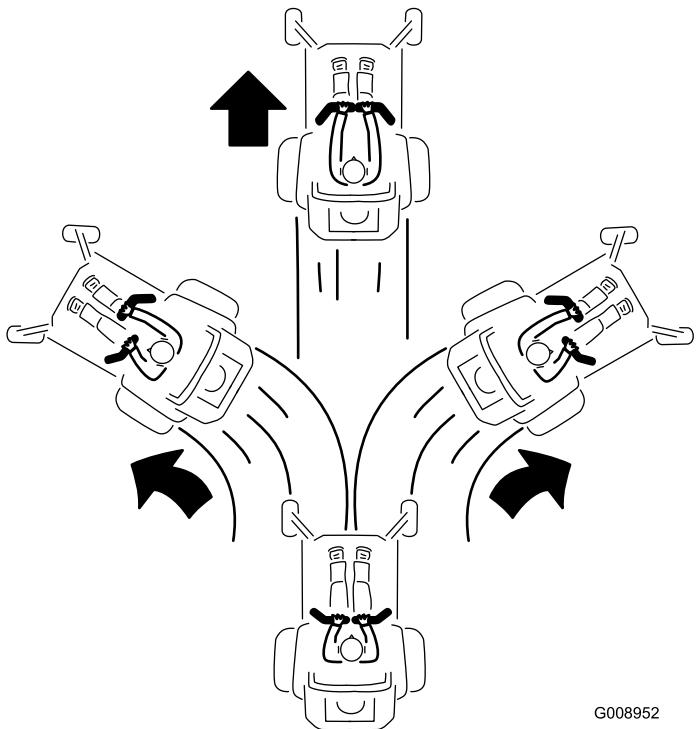

Figura 26
3. Pentru a vă deplasa în față, împingeai uor manetele de control al micării în față (Figura 26).